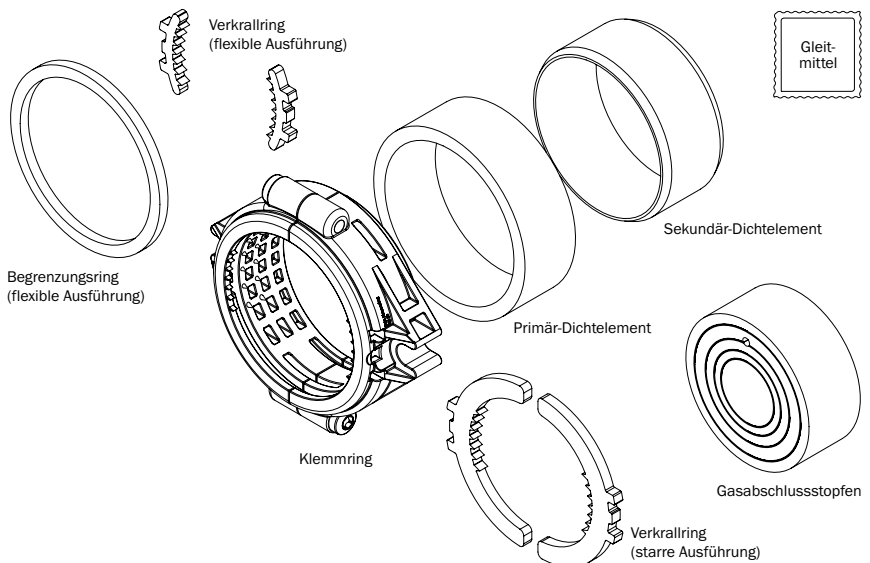

Abbildung 2.1: Montageset Verdreh- und Ausreißsicherung für RMA Gashauseinführung DN 25 - starre und flexible Ausführung
2. Produktbeschreibung (s. Abbildung 2.1)